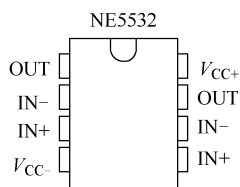

图 5-19 NE5532 功放
2. 双列直插式集成芯片引脚顺序一般是按\_\_\_\_\_时针排列。请将图 5-19 中标出引脚序列。
3. 从图 5-19 中, 我们可以观察到 NE5532 的正电源是第\_\_\_\_\_引脚, 负电源是第\_\_\_\_\_引脚, 内部包含\_\_\_\_\_个功放。